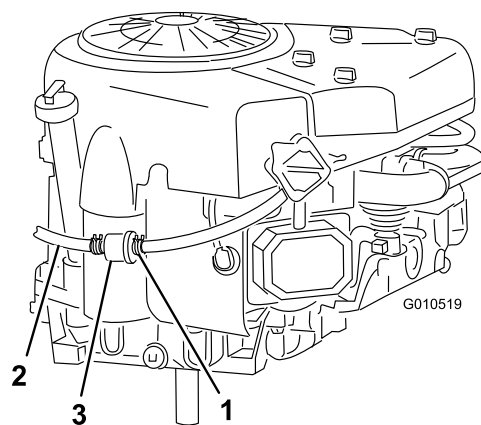

Bild 30
7. Drücken Sie die Enden der Schlauchklemme zusammen und schieben Sie sie an der Kraftstoffleitung nach oben zum Kraftstofftank (Bild 30).
8. Ziehen Sie die Kraftstoffleitung vom Kraftstofffilter (Bild 30) und lassen Sie den Kraftstoff in einen Benzinkanister oder ein Auffanggefäß ablaufen.
10. Schieben Sie die Schlauchklemme ganz an den Kraftstofffilter heran, um die Kraftstoffleitung und den Kraftstofffilter zu befestigen (Bild 30).
Tauschen Sie den Kraftstofffilter am besten aus, wenn der Tank leer ist (Bild 30). Bauen Sie nie einen verschmutzten Filter wieder ein, wenn Sie diesen aus der Kraftstoffleitung entfernt haben.